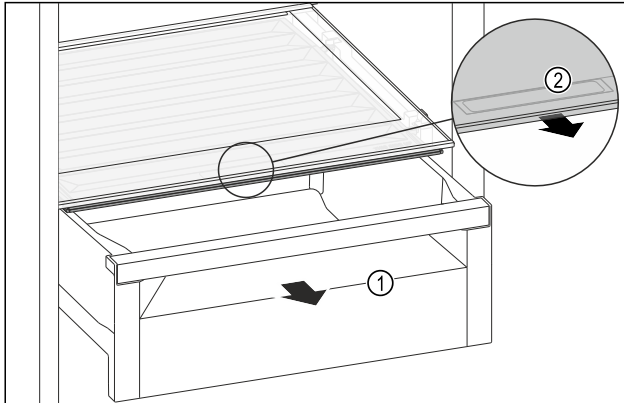

Fig. 65
- Schubfach Fig. 65 (1) herausziehen.
- Griffmulde Fig. 65 (2) am Fachdeckel anfassen und Fachdeckel gleichzeitig nach vorne ziehen.